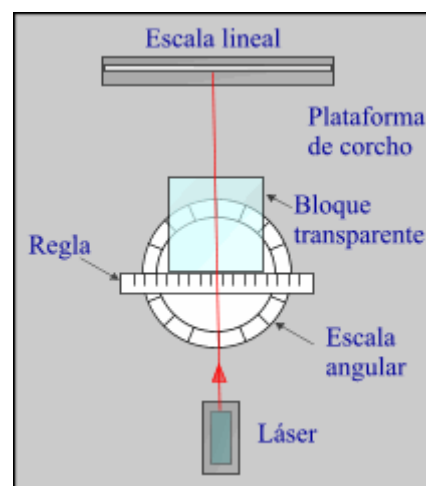

Fig. 2
- Antes de empezar a hacer medidas, alinee el montaje de forma que el haz láser esté orientado según la línea central de la escala angular e incida perpendicularmente sobre el centro de la escala lineal, tal y como se indica en la Fig. 2.